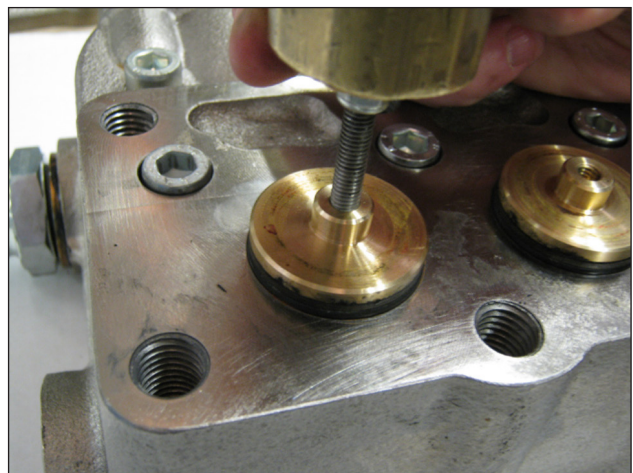

Fig. 17
- As tampas da válvula de aspiração e de fluxo da bomba KT24-28-30-32-WK155-WK6 (Fig. 17);